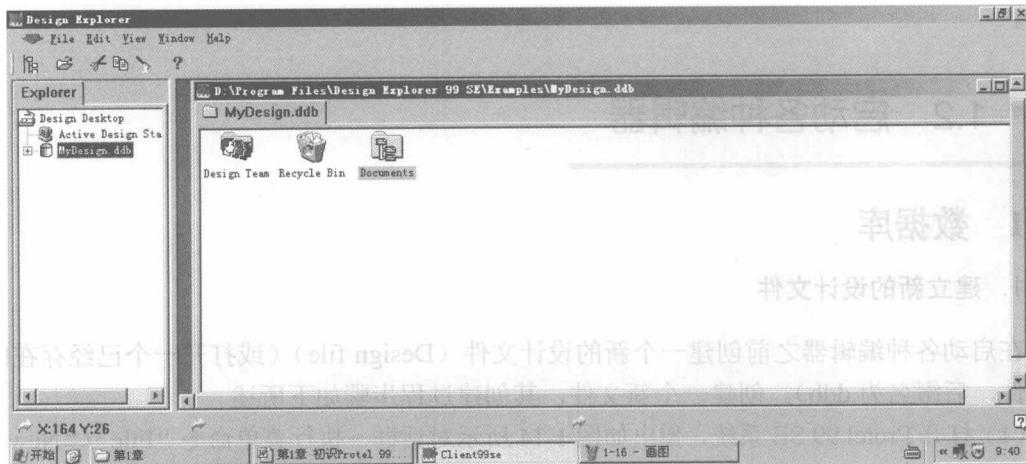
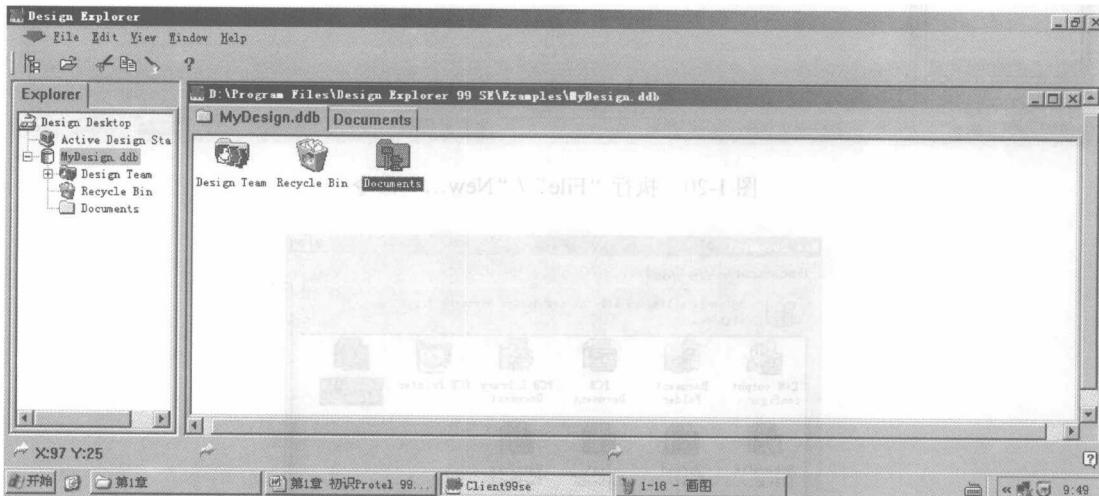
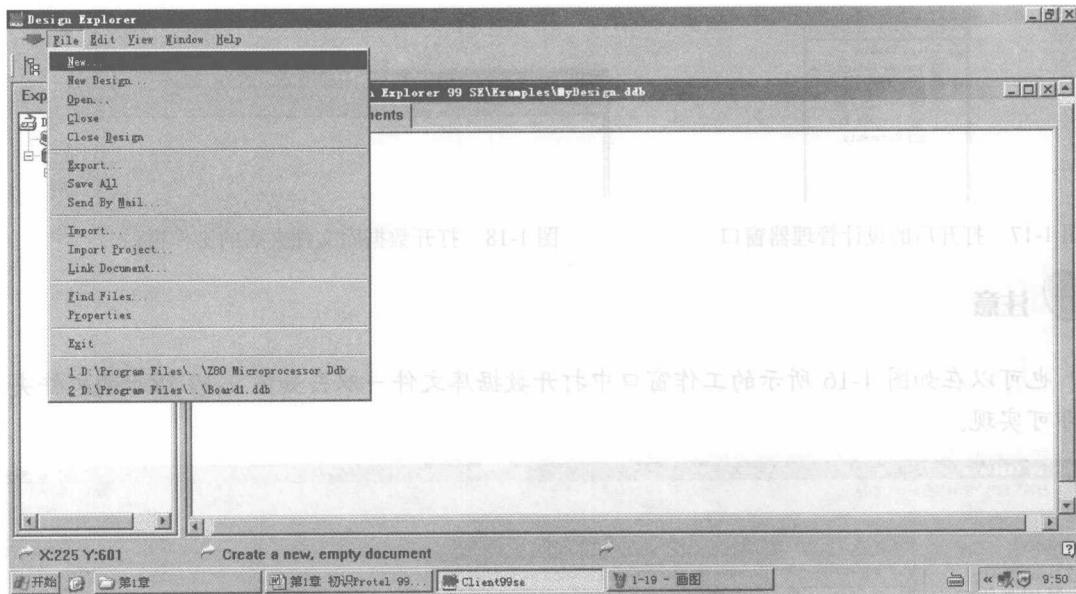
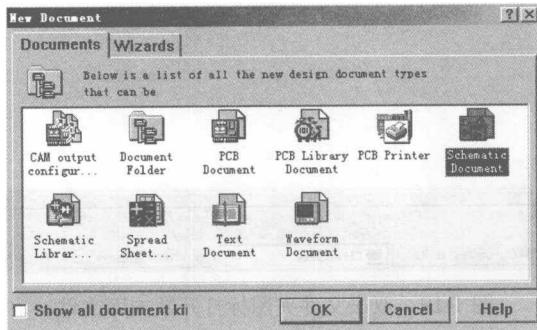

图 1-16 设计数据库文件主窗口
图 1-19 双击文件夹图标打开数据库文件
图 1-20 执行“File” / “New...”命令
图 1-21 “New Document”对话框
(3) 单击“OK”按钮后 Protel 99 SE 的主窗口发生改变，如图 1-16 所示。
(1) 单击如图 1-16 所示的设计数据库文件主窗口中“*MyDesign.ddb*”前的图标或双击该文件打开数据库，打开后的设计管理器窗口如图 1-17 所示。
也可以在如图 1-16 所示的工作窗口中打开数据库文件 → 双击如图 1-19 所示的文件夹图标即可实现。
(1) 双击如图 1-16 所示的设计数据库文件主窗口中的“Documents”文件夹 → 弹出如图 1-20 所示的对话框 → 执行菜单命令“File” / “New...” → 弹出如图 1-21 所示的“New Document”(新建文件夹)对话框。